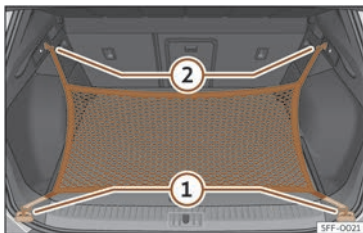

Fig. 191 Dans le coffre à bagages : œillets ① et crochets ② pour accrocher le filet.
- Fixez les crochets courts du filet aux œillets d'amarrage >>> fig. 191 ① >>> ⚠. La fermeture à glissière du sac doit rester vers le haut.
- Fixez les rubans aux crochets pour accrocher des sacs ②.